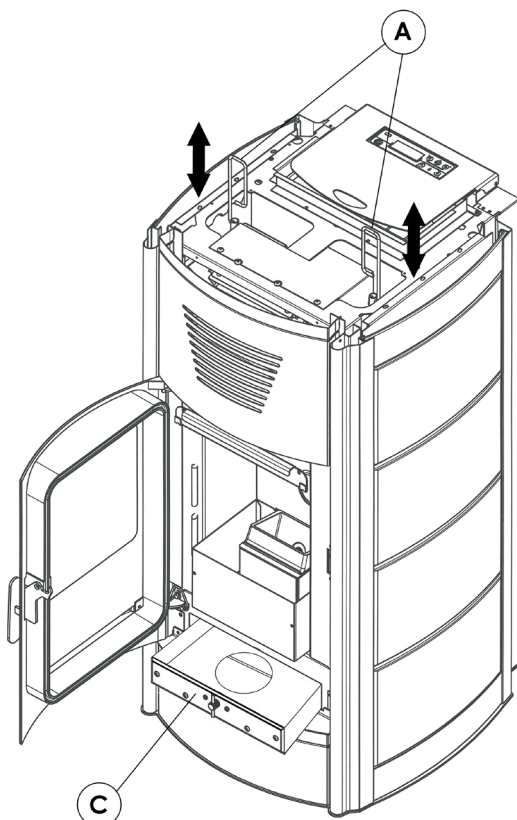
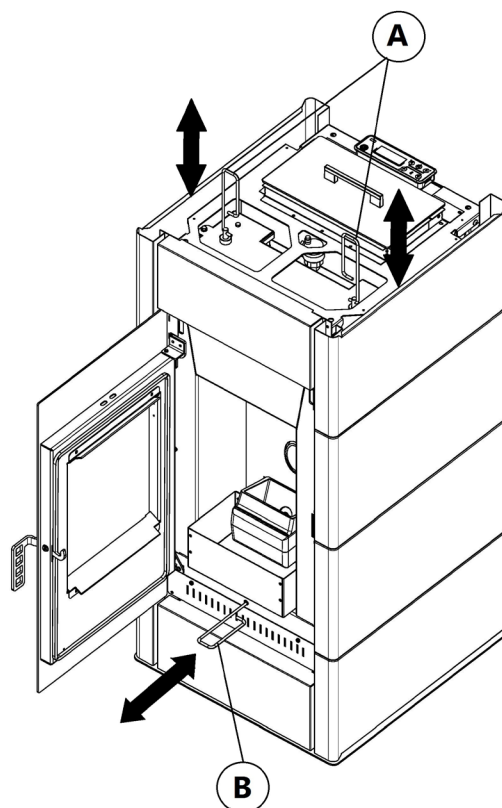

Fig. 36 - Nettoyage faisceau tubulaire intérieur avec racleurs
Fig. 37 - Nettoyage tiroir inférieur (Ibis 11 / Idron 11)
- Nettoyer le faisceau tubulaire - En utilisant le crochet fourni en équipement, secouer énergiquement 5 ou 6 fois les tiges placées sous le couvercle (A en Fig. 36 à page 46 et Fig. 37 à page 46). Cette opération supprime la suie qui s'est déposée sur les conduits des fumées de l'échangeur durant le fonctionnement normal du poêle.
- Nettoyer le compartiment convoyeur des fumées voir Fig. 36 à page 46 pour les modèles AQUOS 15-22-22 H2O / IBIS 15-22-22 H2O / IDRON 15-22-22 H2O - Les poêles sont équipés d'un tiroir à cendres C amovible pour la récupération des accumulations éventuelles de suie et de cendres.
- Nettoyer le compartiment convoyeur des fumées voir Fig. 37 à page 46 pour les modèles IBIS 11 / IDRON 11 - Ouvrir la porte, accrocher le crochet fourni en équipement à la tige du racleur B, le secouer énergiquement 5 ou 6 fois sur toute sa longueur. Enlever le crochet et introduire à nouveau complètement la tige B dans son logement. Ainsi, vous aidez le ventilateur à expulser des accumulations éventuelles de suie tombée pendant le nettoyage précédent du faisceau tubulaire (après avoir secoué les tiges A, toujours intervenir sur le racleur B).